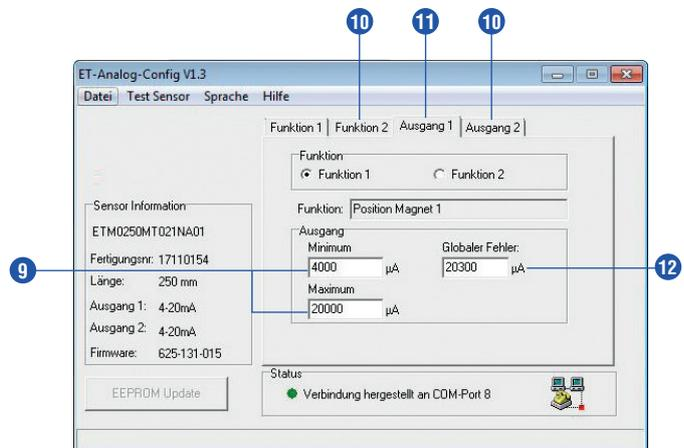

Abb. 35: Beispiel mit Registerkarten
- 9 Das Feld **Ausgang Minimum** gibt den Strom- oder Spannungswert an, der am Startpunkt der gewählten Funktion ausgegeben werden soll. Tragen Sie den zum Endpunkt gehörende Ausgangswert im Feld **Ausgang Maximum** ein (Abb. 35).
- 10 Die Registerkarten **Funktion 2**, **Ausgang 2** ermöglichen eine Einstellung des zweiten Analogausgangs (Abb. 35).
- 11 Über die Registerkarte **Ausgang 1** werden die entsprechenden analogen Ausgangssignale zugeordnet (Abb. 35).
- 12 Ist kein Positionsmagnet vorhanden oder befindet sich dieser in der Totzone am Stabende des Sensors, also ausserhalb des Messbereichs, so wird ein **Globaler Fehler** ausgegeben. Der Fehlerwert kann innerhalb von **-0,7...20,3 mA** oder **-0,4...10,4 VDC** eingestellt werden (Abb. 35).